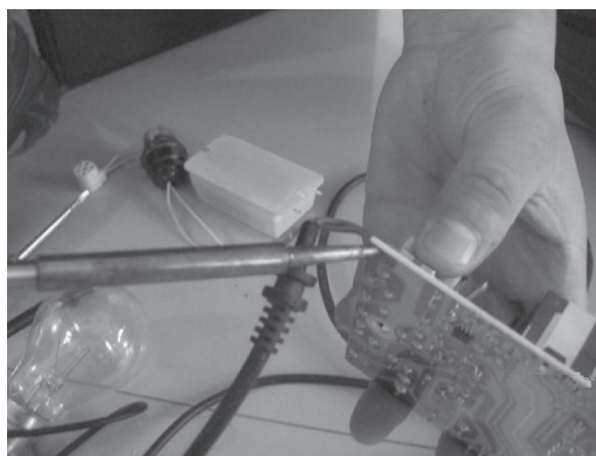

图 4-34 焊开熔断器
- ⑤ 将充电器电路板上的熔断器一端焊开，如图 4-34 所示，此时要注意，电焊枪的枪头要轻轻操作。